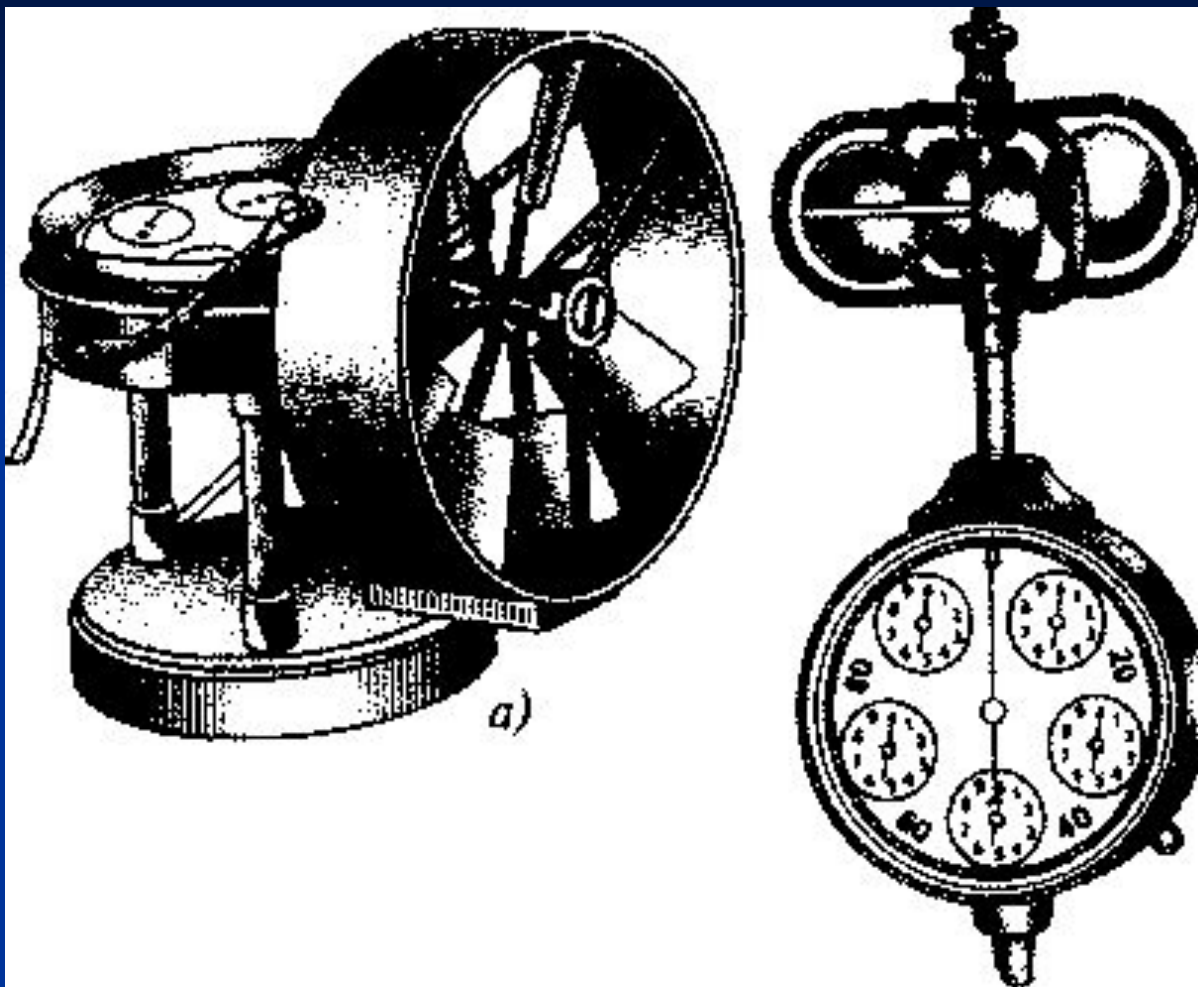

Рисунок 4.2 – Анемометры:
*Скорость движения воздуха* измеряется с помощью **анемометров** (рисунок 4.2). При скорости движения воздуха свыше 1 м/с используют **крыльчатые** или **чашечные** анемометры, при меньших скоростях - **термоанемометры**.